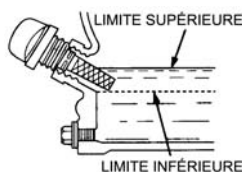

Figure 5. Jauge d'huile du moteur (niveau d'huile)
4. Si le niveau d'huile est bas (Figure 5), remplissez jusqu'au bord du trou de remplissage avec le type d'huile recommandé tel qu'indiqué dans le tableau 4. Référez-vous au tableau 2 pour une capacité d'huile moteur maximale.